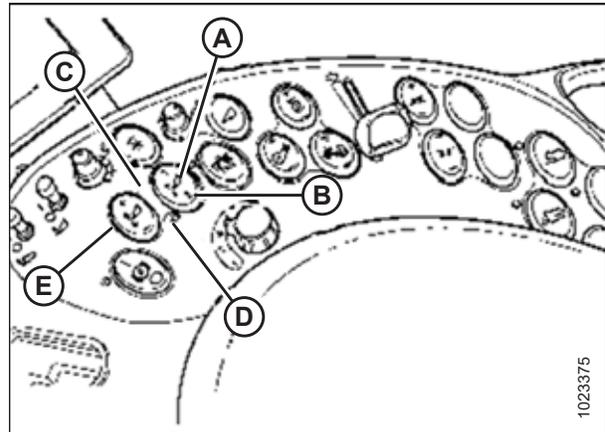

Рисунок 4.60: Органы управления комбайна Case
Эти уставки могут быть отрегулированы с большей точностью при помощи переключателя FINE ADJUST (Тонкая регулировка) (E) на рис. 4.60, страница 122.